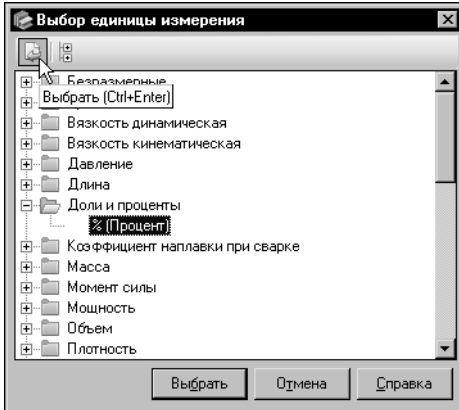

Рис. 6.88. Диалог **Выбор единицы измерения**
11. В дереве диалога раскройте группу *Доли и проценты*, укажите единицу измерения % [Процент] и нажмите кнопку **Выбрать** (рис. 6.88).